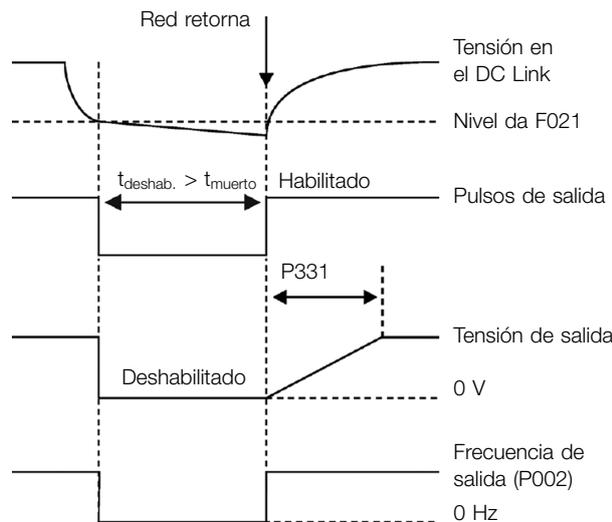

Figura 8.7: Actuación de la función Ride Through
- Función Ride-Through (RT):** La función Ride-Through deshabilitará los pulsos de salida (IGBT) el convertidor así que la tensión de alimentación alcance un valor por debajo del valor de subtensión. No ocurre falla debido a la subtensión (F021), la tensión en el Link DC caerá lentamente hasta que la tensión de la red retorne. En caso que la tensión de la red demore mucho para retornar (más de 2 segundos), el convertidor puede indicar F021 (subtensión en el Link DC). Si la tensión de la red retorna antes, el convertidor volverá a habilitar los pulsos, imponiendo la referencia de frecuencia instantáneamente (como en la función Flying Start) y realizará una rampa de tensión con tiempo definido por el parámetro P331. Consulte la Figura 8.7 en la página 8-10.